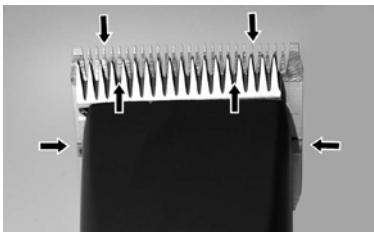

Abb. 22
Für ein gutes Scherergebnis und zur Erhöhung der Lebensdauer der Schermaschine und des Scherkopfes ist eine dünne Ölschicht zwischen dem Ober- und Untermesser unumgänglich (Abb. 22).
- Schermesser während der Schur ausreichend ölen (mindestens alle 15 Minuten), damit sie nicht trocken laufen (Abb. 22).
Die Messer müssen vor, während und nach jedem Gebrauch geölt werden. Wenn die Messer der Schermaschine Streifen hinterlassen oder sich verlangsamen, ist dies ein sicheres Zeichen, dass Sie Öl benötigen. Einige Tropfen Öl vorne und seitlich auf die Schermesser auftragen (siehe Pfeile Abb. 22). Überschüssiges Öl mit einem weichen, trockenen Tuch abwischen. Schmiersprays enthalten nicht genug Öl für eine gute Schmierung, eignen sich jedoch zur Kühlung der Schermesser. Beschädigte oder gekerbte Messer sofort auswechseln um Verletzungen zu verhindern.